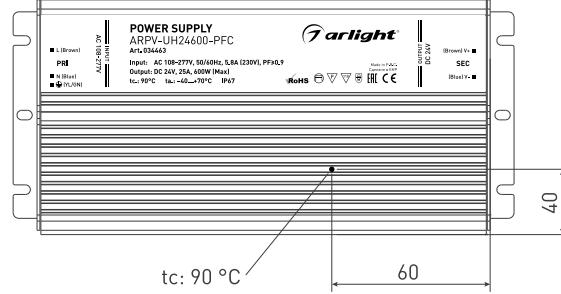

Рисунок 1. Расположение точки контроля температуры T_c
- Проверьте температуру корпуса источника питания. Максимальная температура корпуса источника в установленном режиме не должна превышать T_c (рисунок 1). Если температура корпуса выше, необходимо уменьшить нагрузку, обеспечить лучшую вентиляцию или использовать более мощный источник питания.